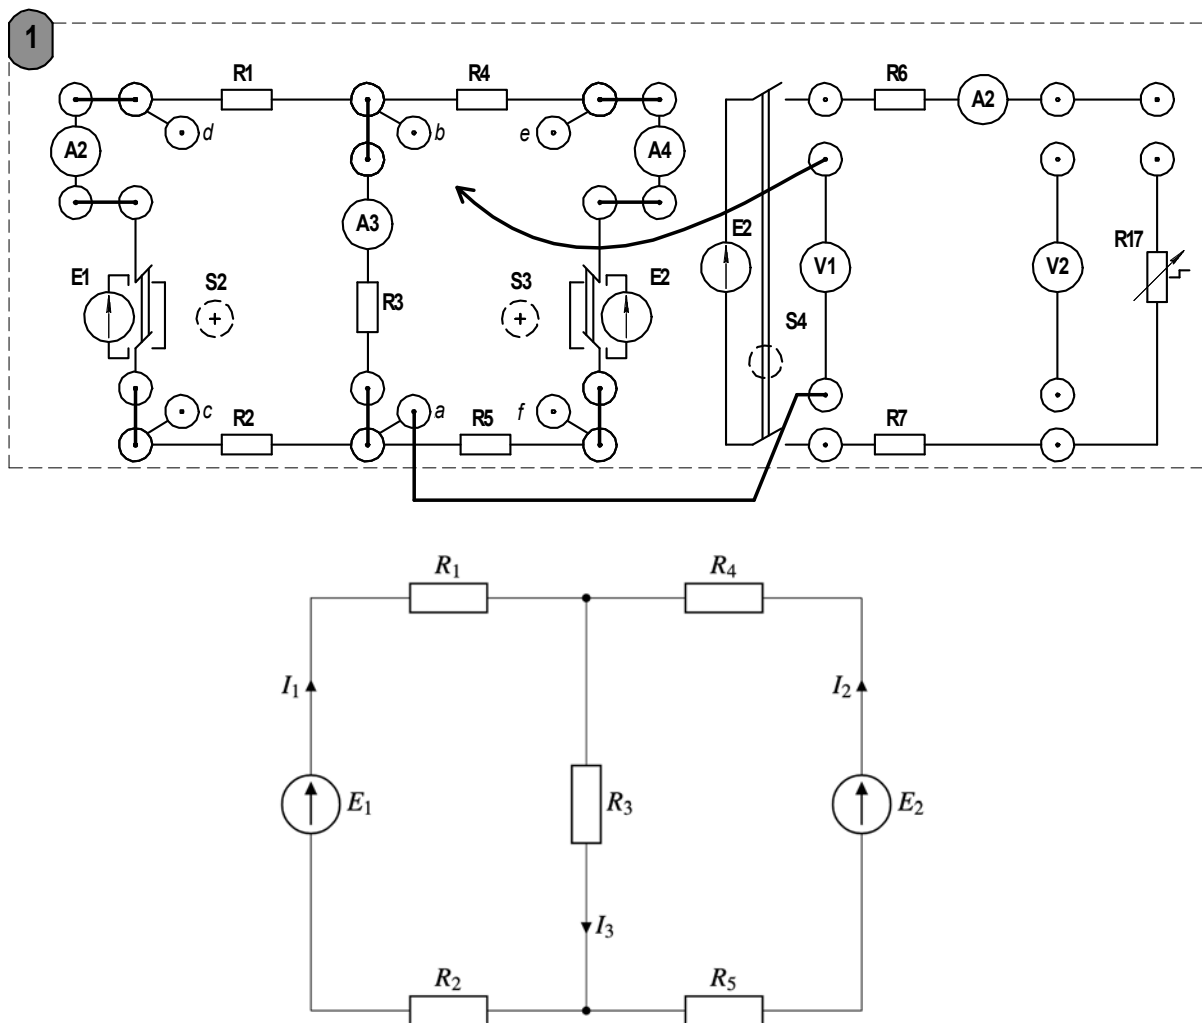

Рисунок 2.1 – Схема для измерения потенциалов в узлах
2.1.4 Принимая потенциал точки « a » на схеме (рисунок 2.1) равным нулю, выполнить измерения потенциалов точек « b », « c », « d », « e », « f » с учетом знаков. Используя результаты измерения, с помощью закона Ома определить сопротивления ветвей цепи и внутренние сопротивления источников ЭДС. Измерить напряжения между узлами (U_{ab} , U_{ac} и т. д.). Результаты занести в таблицу 2.1.